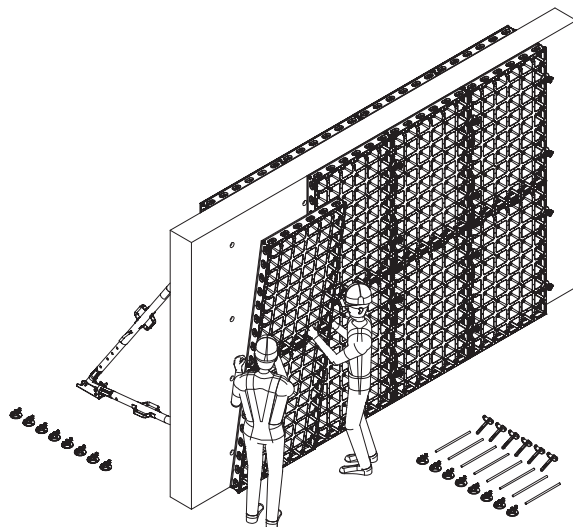

Fig. B1.09
3. Au niveau du joint ancrage, détacher le connecteur DUO ou autres connexions de panneaux qui doivent être enlevés pour le démontage d'une unité de panneaux. (Fig. B1.09)